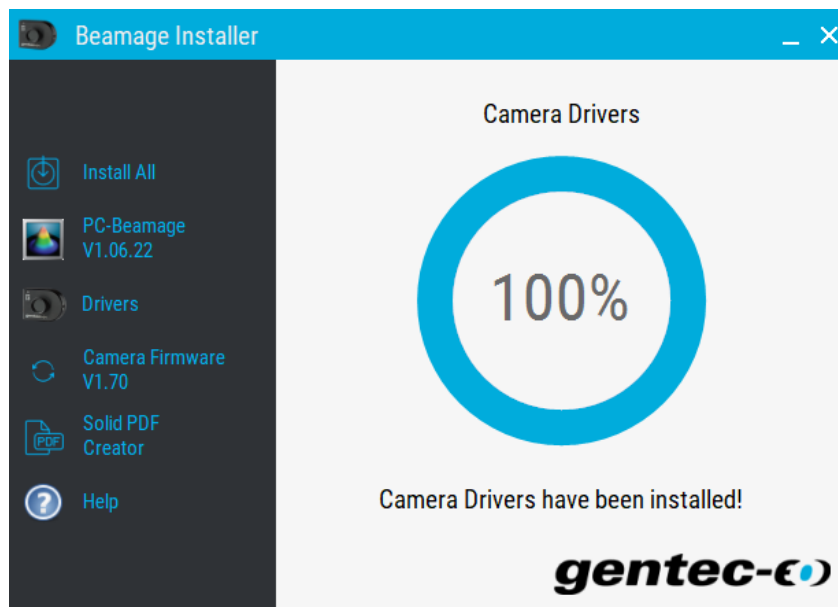

Figure D-3 Installateur Beamage : Pilotes installés
3) Appuyez sur le bouton « Drivers » et attendez l'installation des pilotes, voir Figure D-3